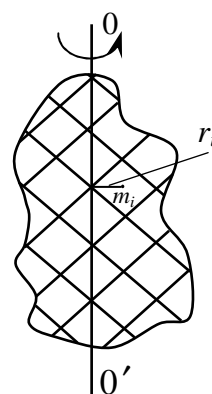

Рис. 2. Момент инерции относительно оси
**Момент инерции тела относительно оси** – скалярная величина, равная сумме произведений элементарных масс на квадраты их расстояний до рассматриваемой оси  $I = \sum_{i=1}^n m_i r_i^2$  (рис. 2).